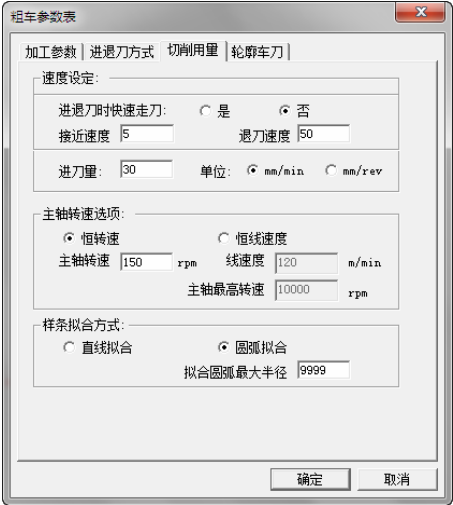

图 4-65 粗车内孔切削用量参数设定
- 3) 单击“切削用量”选项卡，设置切削用量具体参数。速度设定：接近速度=5，退刀速度=50；进刀量=30，单位：mm/min；主轴转速选项：恒转速；主轴转速：150；样条拟合方式：圆弧拟合，如图 4-65 所示。